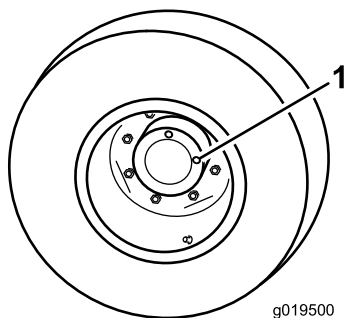

Figura 54
1. Con la máquina en una superficie nivelada, coloque la rueda con un tapón de verificación en la posición de las 12 y el otro en la posición de las 3 (Figura 54).
1. Tapón de verificación/drenaje (2)
2. Retire el tapón de la posición de las 3 (Figura 54).